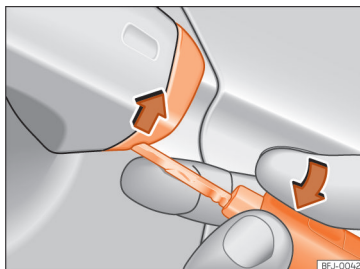

Fig. 102 Maniglia della porta del conducente: staccare il coperchio facendo leva.
- Introdurre l'inserto nell'apertura inferiore del coperchietto posto sulla maniglia della porta del conducente » fig. 102 e sollevare il coperchio dal basso verso l'alto